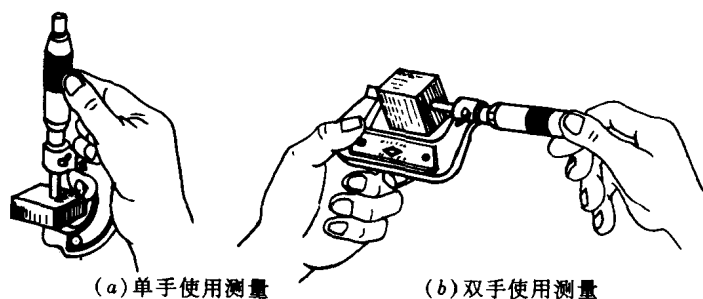

图 1-6 千分尺的使用方法
(2) 千分尺的使用和保养
①千分尺测量范围是每格 25 mm 一档,使用时应按需选择。
②测量前应检查零位的准确性。
③测量时,千分尺的测量面和零件的被测表面应擦拭干净,以保证测量准确。
④测量时,先转动活动套管。当测量面接近工件时,改用转动棘轮,直到棘轮发出吱吱声为止(如图 1-6)。
⑤读数时要防止在固定套管上多读或少读 0.5 mm。
⑥千分尺用毕后应揩净,并放入盒内,不可与工具、刀具、工件混放。